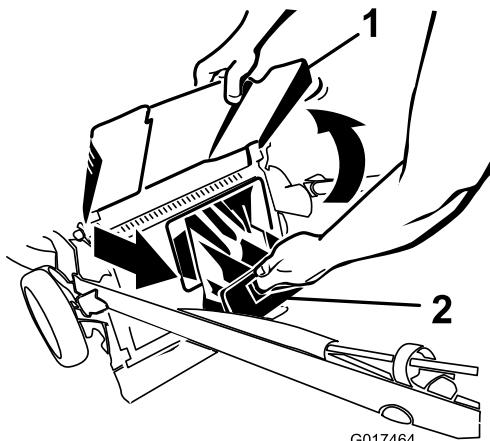

Figura 20
2. Levante y sujeté el deflector de descarga (Figura 20).
3. Saque el tapón de descarga trasera (Figura 20).